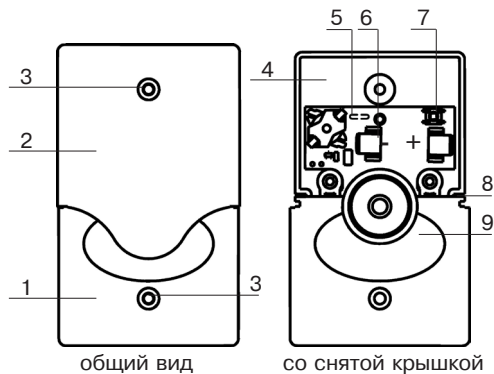

Рисунок 2 – Корпус оповещателя
- 11.1 Выбрав место установки оповещателя, произведите разметку для его крепления. Для разметки может быть использован корпус (см. рисунок 2).